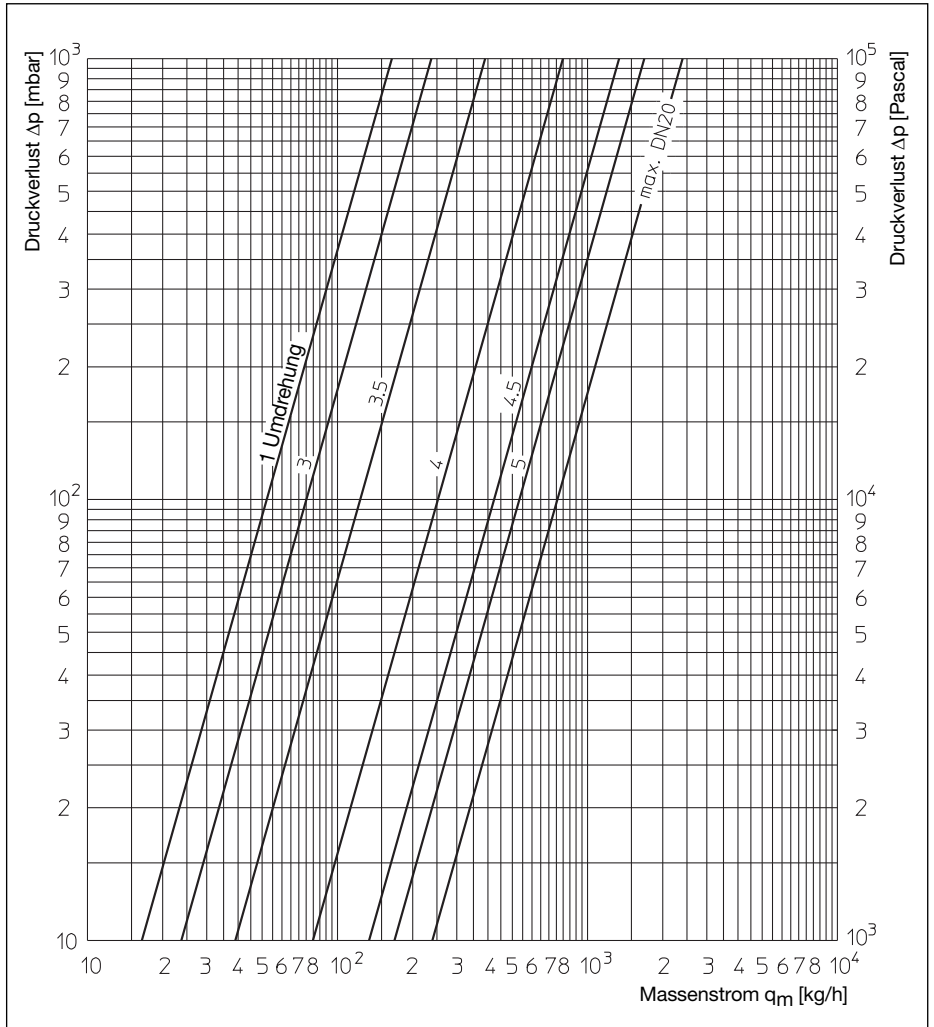

Abb. 9.1: Diagramm Reguliereinsatz für verschiedene Voreinstellungen
- Voreinstellwert aus Auslegungsdiagramm ermitteln (Abb. 9.1)